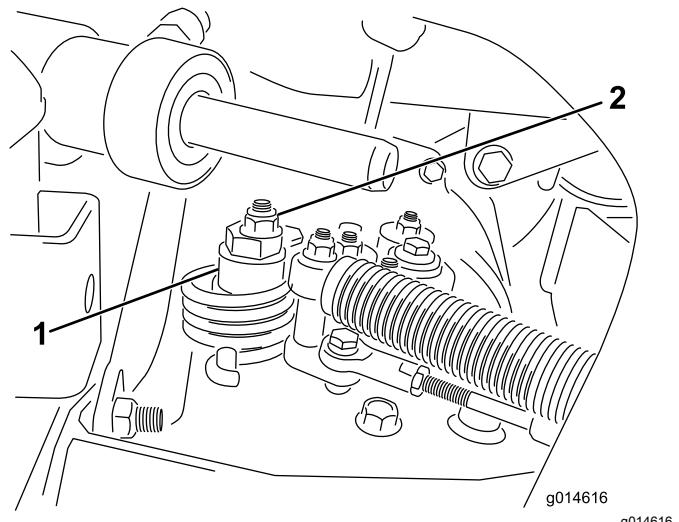

Figura 49
- A. Liberte a porca que fixa o disco excêntrico ao cimo do hidráulico (Figura 49).
- C. Rode o disco excêntrico até eliminar a deslocação em qualquer um dos sentidos. Quando a roda deixar de rodar, aperte a porca, bloqueando deste modo o disco excêntrico e fixando a posição de ajuste (Figura 49). Verifique se o ajuste é